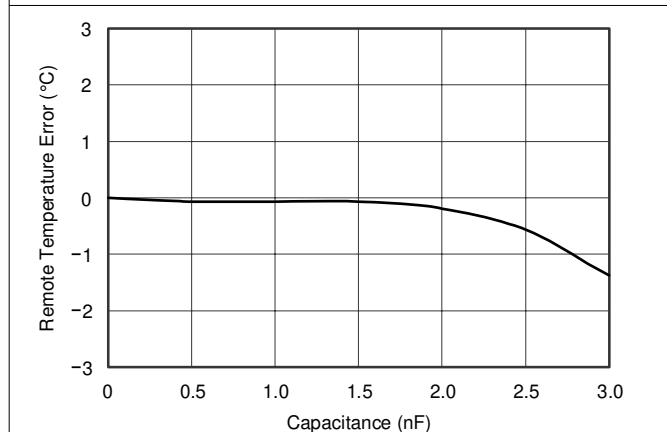
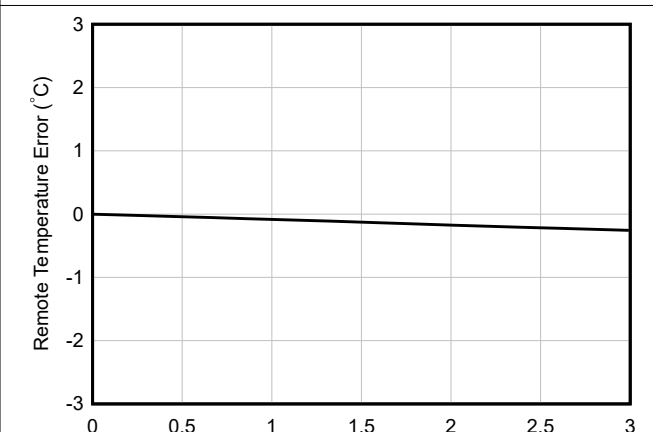
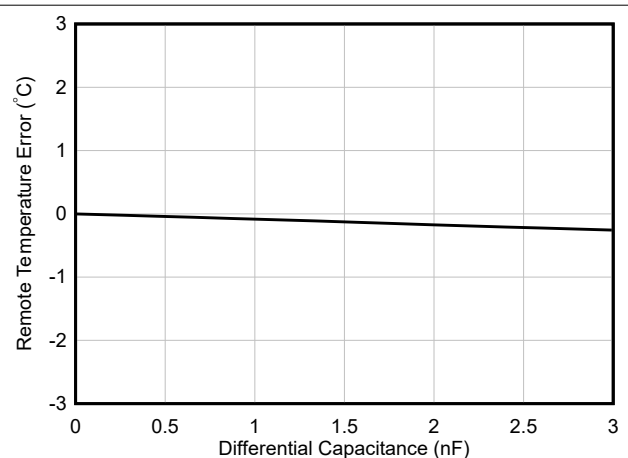

图 6-12. 远程温度误差与差分电容间的关系 (旧芯片)
图 6-13. 远程温度误差与差分电容间的关系 (新芯片)
图 6-27. 远程温度误差与差分电容之间的关系
- 在大多数应用中， $C_{\text{DIFF}}$  (可选) 必须小于  $1000\text{pF}$ 。 $C_{\text{DIFF}}$  的选择取决于具体应用；请参阅 滤波 部分、图 6-12 (新芯片请参阅 图 6-13) 以及 图 6-27。
TMP411/TMP411D 可承受高达  $1000pF$  的差分输入电容，同时将温度误差变化降至最低。图 6-12 (新芯片请参阅图 6-13) 和图 6-27 展示了电容对测得远程温度误差的影响。